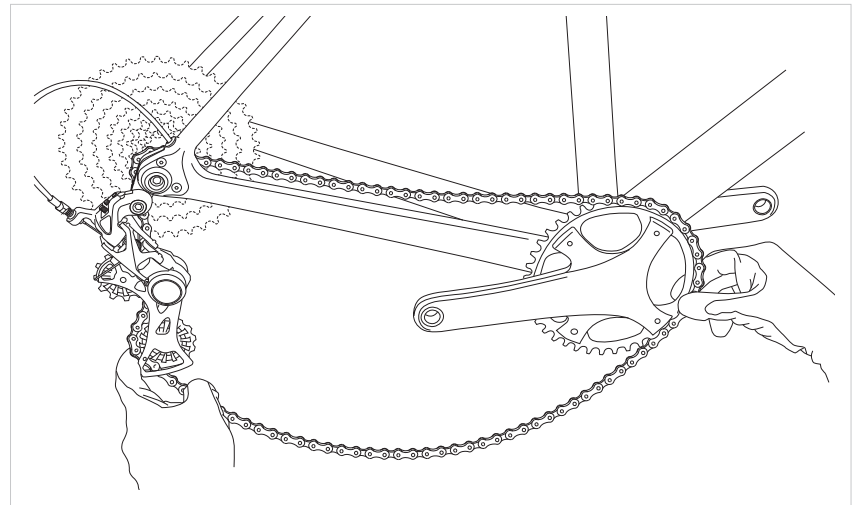

Fig.2
- Drücken Sie den Schwenkbügel nach unten, um die Kettenspannung zu verringern und bringen Sie die Kette nach außen, indem Sie sie vom Kettenrad und von der Kurbel abziehen (**Abb.2**).